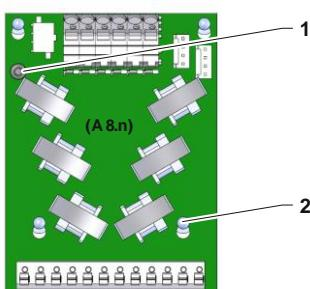

Abb. 2: Strommessplatine ZSM-51
- Torx-Schraube (Kennzeichnung 1 → Abb. 2) entfernen.
- Strommessplatine ZSM-51 (A 8.n) aus den Leiterplattenhaltern (Kennzeichnung 2 → Abb. 2) ausfahren.